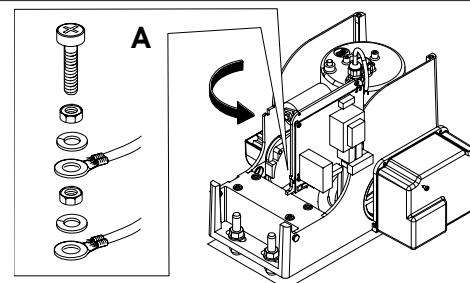

Fig. 17
Conecte el cable de puesta a tierra como se indica en la Fig. 17 ref.A
- 1) Levante el soporte del equipo y gírelo 90°(Fig.17).
- 2) Quite la tapa de protección del equipo destornillando los dos tornillos correspondientes (Fig.17).